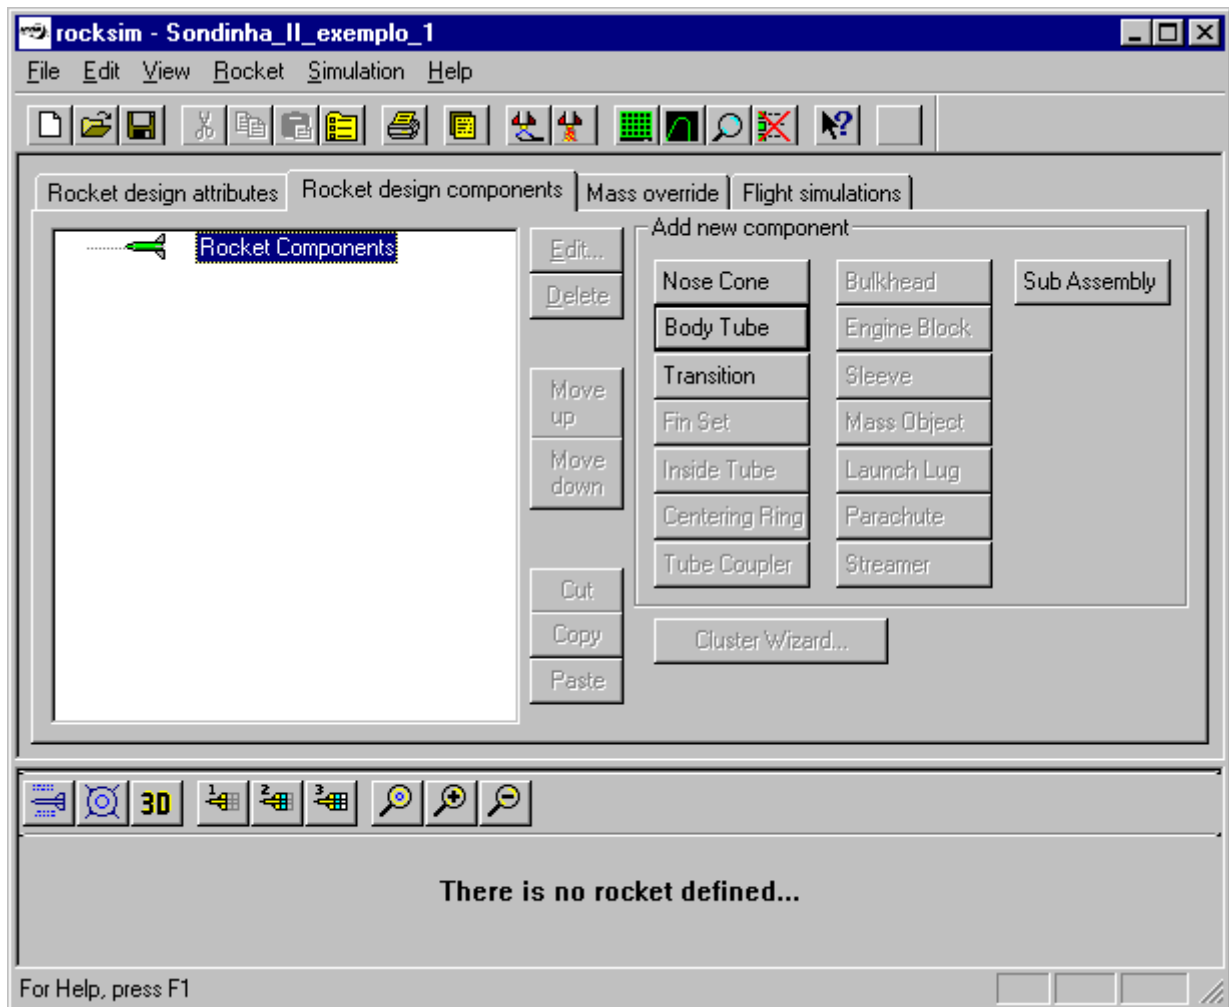

Figura 4. Janela principal do item “Rocket design components”.
5) Para definir as partes que constituem o minifoguete, clicar sobre o item “Rocket design componentes”; o resultado deve ser o mostrado na Figura 4.